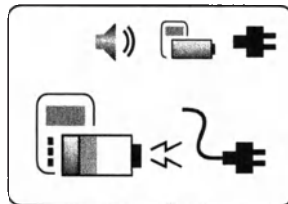

Rysunek 4.3 Podłączanie ładowarki do zasilacza.
2. Podłączyć ładowarkę do zasilacza (Rysunek 4.3). Po podłączeniu do zasilacza ładowarka automatycznie rozpocznie ładowanie i ukaże się ekran **Sesja ładowania ładowarki** (Rysunek 4.4).